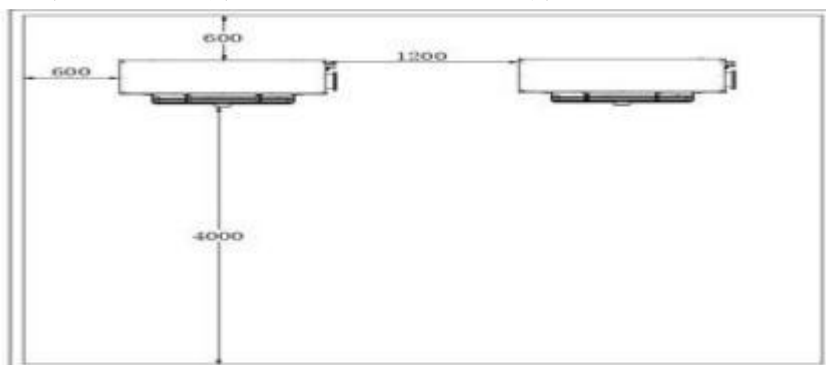

图 2.5.6.1 室外机竖直安装示意图 (单位: mm)
6. 空调室外机安装位置周围应有足够的安装、维护空间，安装空间参照图 2.5.6.1 所示尺寸。室外机与墙壁、障碍物或邻近设备应保持600mm 以上距离。